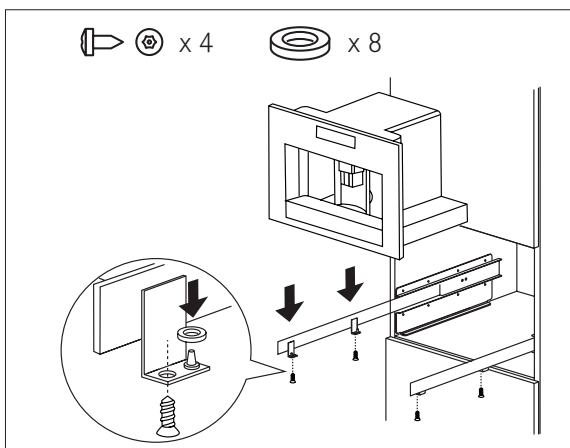

Fig. 5
- Positionner l'appareil sur le rail, en s'assurant que les goupilles sont correctement insérées dans le logement, puis le fixer avec les vis fournies (Fig. 5). Si la hauteur de l'appareil nécessite un réglage, utiliser les rondelles d'écartement fournies.